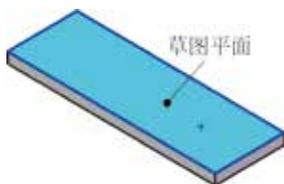
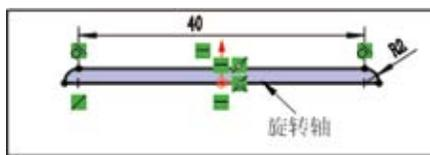

图 5.262 草图平面
图 5.263 截面轮廓
选择 **特征** 功能选项卡中的旋转凸台基体  命令，在系统提示“选择一基准面来绘制特征横截面”下，选取如图 5.262 所示的截面作为草图平面，绘制如图 5.263 所示的截面轮廓，在“旋转”对话框的 **旋转轴(A)** 区域中选取如图 5.263 所示的水平中心线作为旋转轴，采用系统默认的旋转方向，在“旋转”对话框的 **方向 (1)** 区域的下拉列表中选择 **给定深度**，在 **角度** 文本框输入旋转角度 360，单击“旋转”对话框中的  按钮，完成旋转特征的创建。